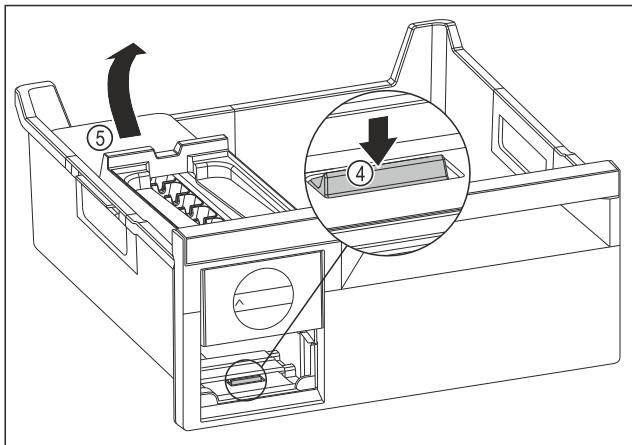

Fig. 145
- Извлеките корпус EasyTwist-Ice: Надавите пальцем вниз на накладку Fig. 145 (4) и одновременно другой рукой поднимите корпус EasyTwist-Ice Fig. 145 (5) сзади.